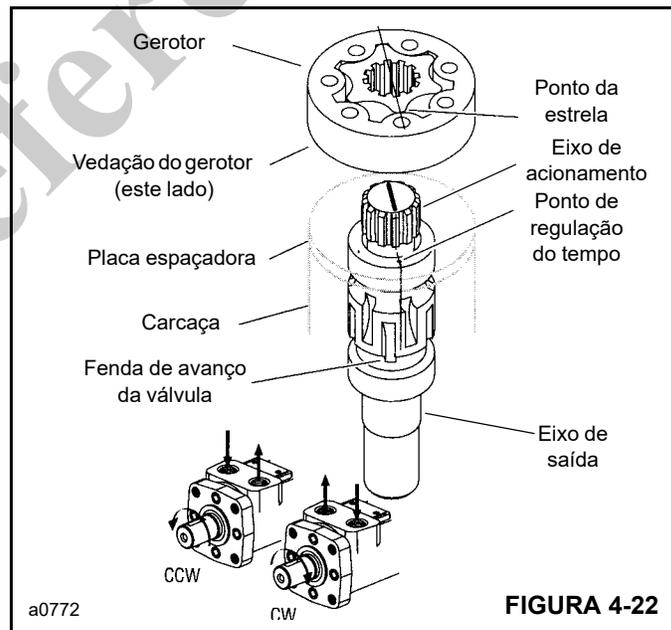

FIGURA 4-22
15. Instale o eixo de acionamento (14, Figura 4-12). Use uma caneta com ponta de feltro para marcar um dente de acionamento. Alinhe essa marca com ponto de sincronização no eixo de saída (Figura 4-22).
16. Instale a placa espaçadora (15).
17. Instale a vedação (13) no canal de vedação do gerotor. Posicione com cuidado o gerotor na placa espaçadora, com o lado da vedação voltado para a placa espaçadora. Alinhe qualquer ponto da estrela com o dente marcado no eixo de acionamento (Figura 4-22).
18. Gire o gerotor (16) para alinhá-lo aos furos do parafuso. Tenha cuidado para não desengatar a estrela do acionamento nem prejudicar a vedação do gerotor.
20. Instale a vedação (13) na tampa da extremidade (17). Coloque com cuidado a tampa da extremidade no gerotor (16).